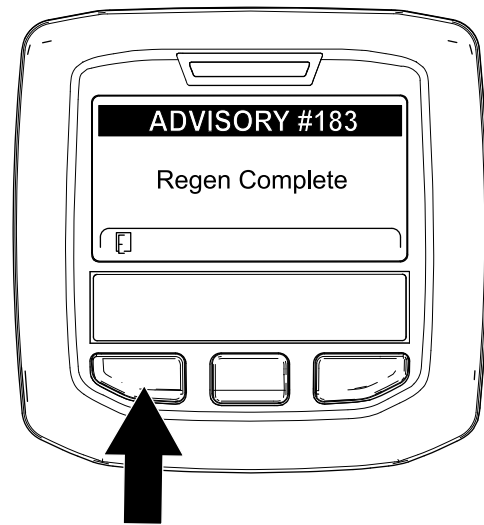

Figura 96
- Cuando el ordenador del motor finaliza una regeneración con la máquina aparcada o una regeneración de recuperación, el InfoCenter muestra ADVISORY #183 (Aviso n.º 183) (Figura 96). Pulse el botón de la izquierda para salir a la pantalla de inicio.
**Nota:** Si la regeneración no se realiza correctamente, el InfoCenter muestra Advisory #184 (Aviso n.º 184) (Figura 96). Pulse el botón de la izquierda para salir a la pantalla de inicio.